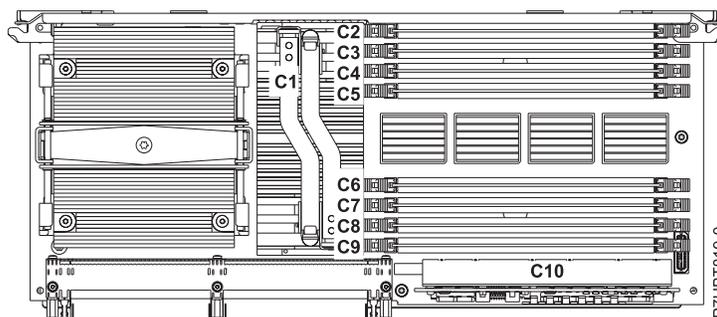

Figure 1. Emplacement des logements pour modules de mémoire dans le bloc processeur
9. Déterminez les logements dans lesquels les modules de mémoire seront placés. Chaque bloc processeur système est doté de huit emplacements de modules de mémoire. Voir la tableau 1, à la page 3 pour vous assurer que les modules de mémoire sont équilibrés sur chaque bloc processeur. Insérez les modules de mémoire dans les emplacements indiqués dans le tableau. Pour les emplacements des modules de mémoire sur le bloc processeur système, voir la figure 1, à la page 3.